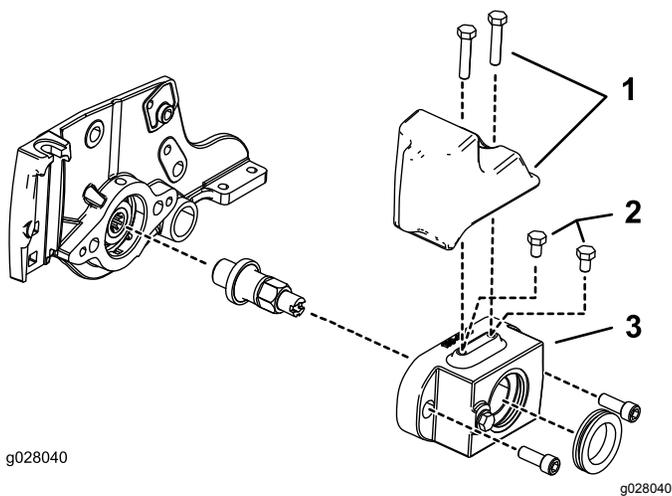

图 5
- 对于液压驱动滚刀马达如 图 5 所示在滚筒刷架的顶部安装 2 个螺栓 5/16 x 1/2 英寸仅限 12.7cm 液压滚刀马达。
- 对于电动滚刀马达如图 5 所示订购并安装 1 个配重块零件号 127-4259-03 和 2 个螺栓零件号 322-7。